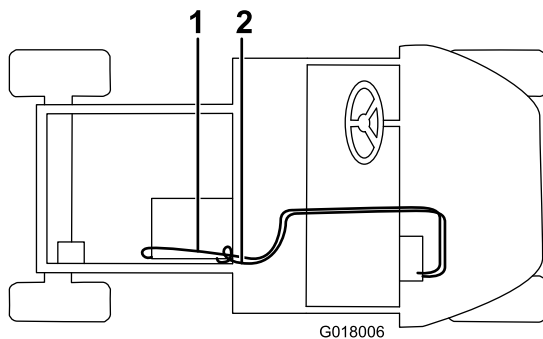

Figura 22
5. Collegate il flessibile lungo alla valvola del riscaldatore con una fascetta stringitubo e posatelo attraverso il foro sulla base del sedile, il foro nel telaio del pianale e il raccordo diritto con una fascetta stringitubo (Figura 22). Tagliate il flessibile in eccesso per adattarlo.
6. Collegate il flessibile più corto al tubo di riempimento a T bianco con una fascetta stringitubo, posatelo attraverso la fascetta fermacavi a R sul vano portaoggetti, attraverso il foro sulla base del sedile e collegatelo al raccordo a T nel flessibile del radiatore inferiore con una fascetta stringitubo (Figura 22). Tagliate il flessibile in eccesso per adattarlo.